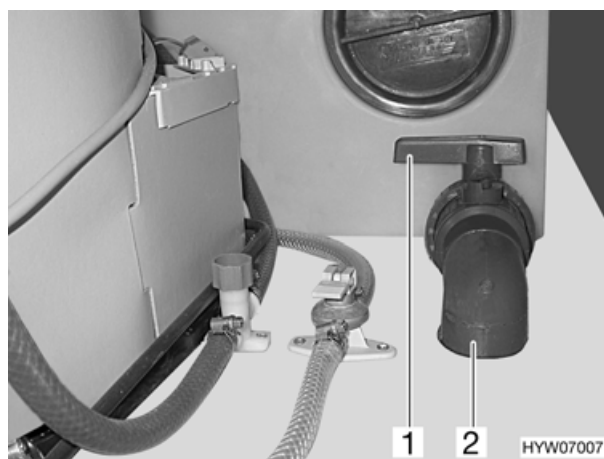

Fig. 59 Leva di comando e tubo di scarico del serbatoio delle acque grigie
Per lo scarico per le acque grigie, nel gavone di coda sono installati un rubinetto di scarico (Fig. 59,1) e un tubo di scarico (Fig. 59,2).
■ Per aprire il rubinetto di scarico ruotare la leva di comando (Fig. 59,1) di un quarto di giro in senso antiorario. La leva di comando è posizionata nel senso della lunghezza del tubo di scarico.